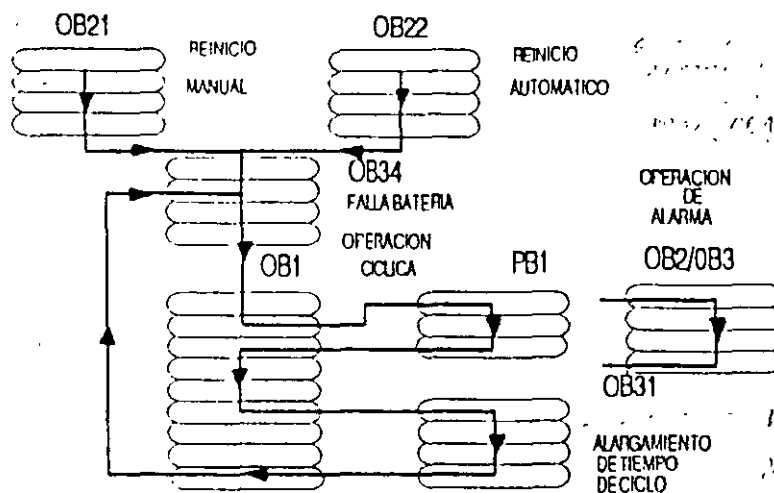

FIG. 68 Bloques de Organización
Bloque de Organización (OB). Para administrar la elaboración del programa de aplicación. En el se listan todos los Bloques de Programa (PB) que se han de elaborar. Existen OB's que se procesan en forma cíclica, otros cuyo procesamiento se controla por alarmas o bien por tiempo. Ver fig. 68